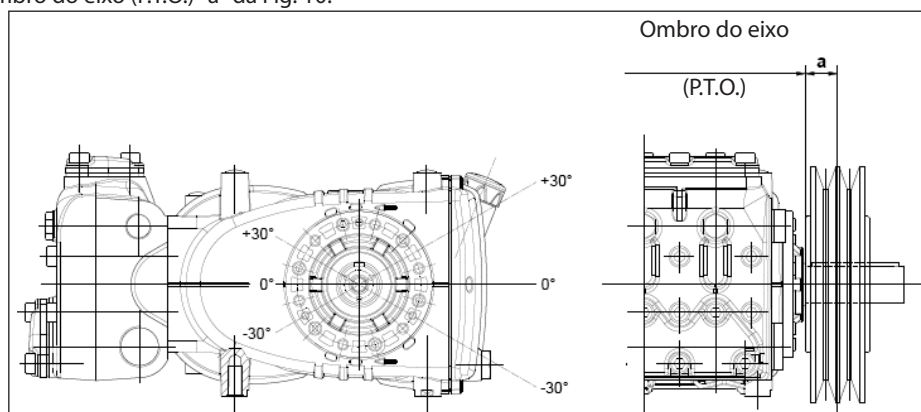

Fig. 10
A carga radial no eixo não deve ser superior a 7500 N (valor necessário para a definição do layout). A transmissão é considerada adequada, se tal carga é aplicada a uma distância máxima de $a=40$ mm do ombro do eixo (P.T.O) conforme indicado na Fig. 10.
- b) Use correias de alto rendimento - por exemplo **XPB** ao invés de **SPB** - pois resultará necessário uma quantidade inferior de correias com a mesma potência transmitida e uma conseqüente distância inferior do resultante em relação ao ombro do eixo (P.T.O.) "a" da Fig. 10.